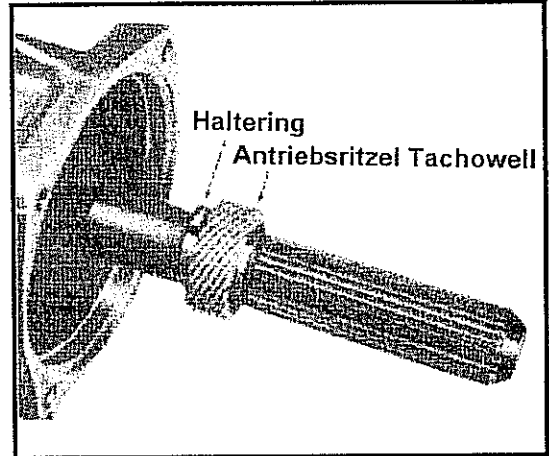

Abb. 10-137 Klemmbefestigung und Nylonritzel für Tachowellenantrieb
- Die Klemmbefestigung des Ritzels in der Aufnahme der Getriebeausgangswelle ansetzen. Siehe hierzu Abb. 10-137.